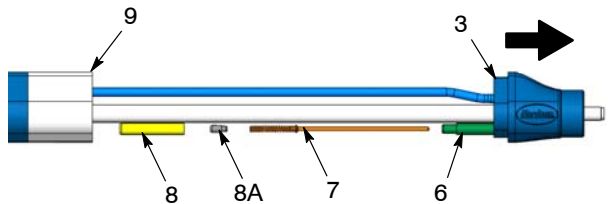

Figura 26 Extracción de la resistencia – Pistolas de montaje en barra
Pistolas de montaje en barra: Ver la figura 26. Extraer el adaptador (3) del tubo del cuerpo (9) lo suficientemente lejos para poder acceder al manguito (8) y la guía de la resistencia (6).